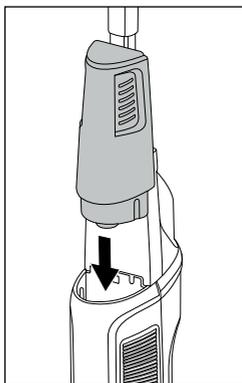

Fig. 11
- ◆ Vend brugsvandsbeholderen ❶ om, og sæt den ind i indsatsen øverst på forsiden af produktet (se fig. 11).
- ◆ Skub brugsvandsbeholderen ❶ ned langs rillerne i indsatsen, indtil brugsvandsbeholderen ❶ går i indgreb, så det kan høres, og sidder fast på produktet.